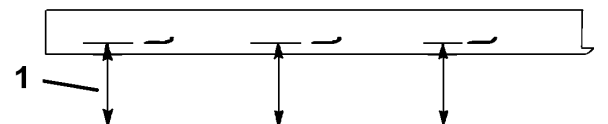

Figura 49
2. Mida desde una superficie nivelada hasta el filo de corte, posición A, de las cuchillas (Figura 49). Anote esta dimensión.